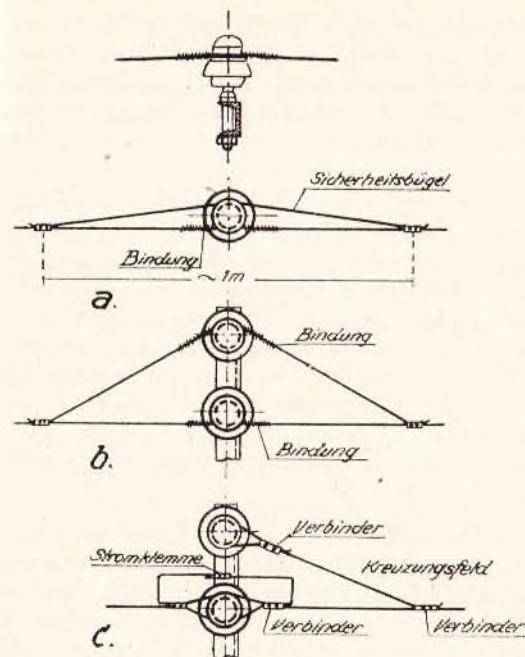

Abb. 49
- f) Bei einer Spannweite über 50 m im Kreuzungsfeld dürfen bei der Verwendung von Holzmasten nur A-Masten eingebaut werden, außerdem sind für die Befestigung der St-Leitungen besondere Maßnahmen nach Abb. 49 a bis c vorzusehen. Der Sicherheitsbügel nach Abb. 49 a hat den Zweck, die Leitung bei Isolatorbruch von der Stütze oder dem Querträger aufzufangen. Gegen ein Herabfallen sind die Leitungen zuverlässiger gesichert, wenn sie nach Abb. 49 b doppelt aufgehängt oder nach Abb. 49 c an je 2 Isolatoren abgespannt werden.
- Die St-Freileitungen müssen aus Seilen bestehen und nach den Abb. 49 a bis c befestigt werden.